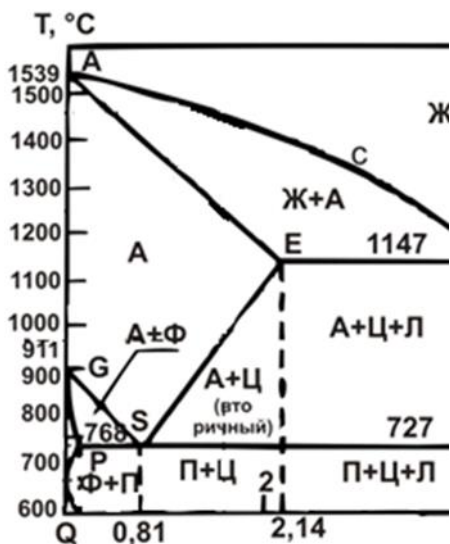

рис.44
6.16. На какой линии диаграммы состояния Fe-C расположены критические точки A_m ? (рис.44)